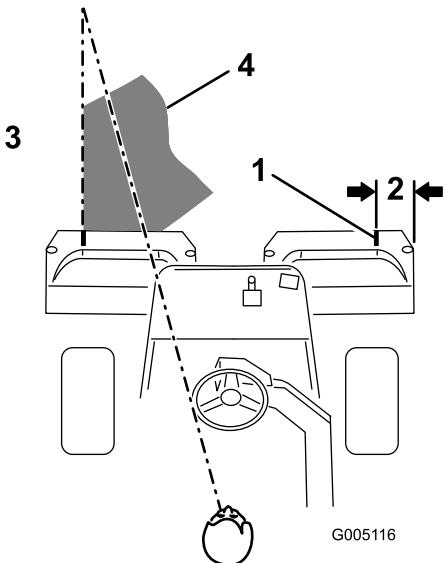

Figure 33
**Remarque:** Pour vous aider à traverser le green en ligne droite et à maintenir la machine à égale distance du bord de la passe précédente, imaginez une ligne de vision imaginaire à environ 1,8 à 3 m en avant de la machine jusqu'au bord de la partie non coupée du green (Figure 33). Faites passer la ligne de vision par le bord extérieur du volant, c.-à-d. de maintenir le bord du volant aligné sur un point se trouvant toujours à la même distance par rapport à l'avant de la machine.